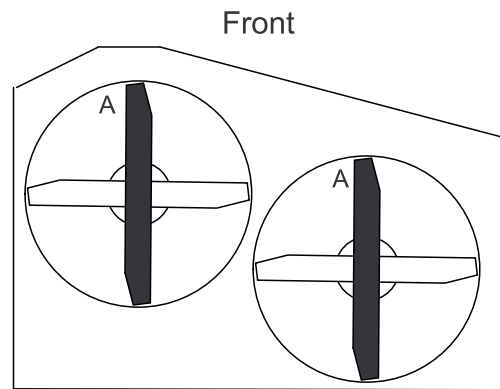

Figure 57
**Remarque:** Notez cette valeur. Pour les tabliers de coupe de 91 cm (36 pouces), reportez-vous à la Figure 57.